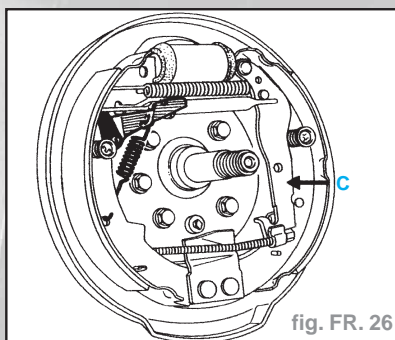

fig. FR. 26
- Vérifier le fonctionnement du système de rattrapage de jeu automatique en agissant sur le secteur cranté pour le détendre de **5 à 6 crans** (fig. FR. 26).
- Tendre progressivement les câbles au niveau du réglage central de façon que les leviers (C) décollent entre le 1er et le 2ème cran de la course du levier de commande et restent décollés au 2ème cran (fig. FR. 26).